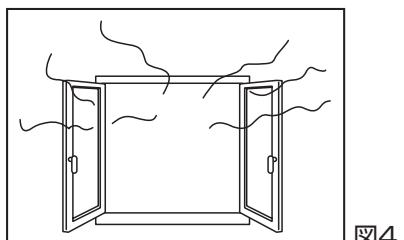

図4
- 煙、臭い、異常な水蒸気などが発生した場合には、部屋の窓や勝手口の開放またはレンジフードファンを作動させることにより、一時的に排気を促進させなければなりません。(図4)